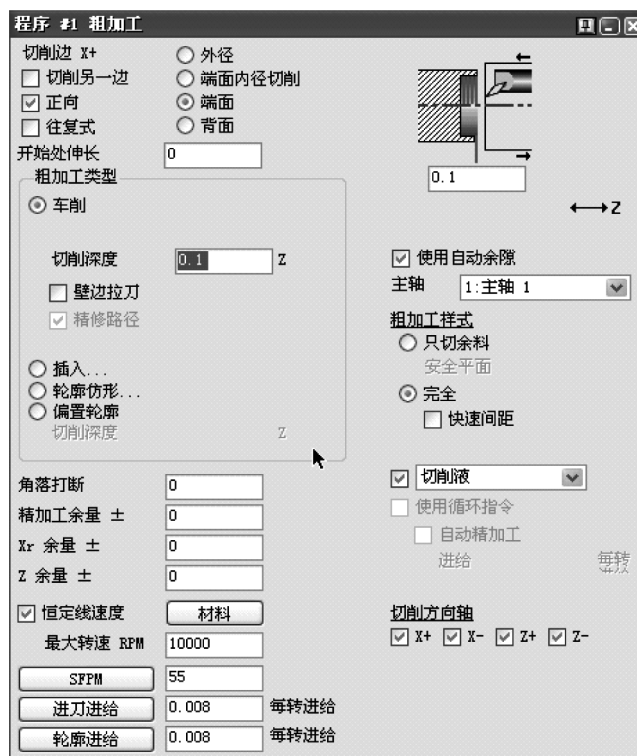

图 6-48 端面粗车加工程序
- 1) 应用#1 刀具创建如图 6-48 所示端面粗车加工程序。